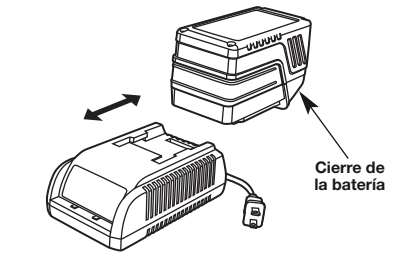

Fig. 8
3. Inserte la batería en el cargador (Fig. 8).
La batería puede sacarse o guardarse en el cargador una vez que esté totalmente cargada; no obstante, se recomienda desconectar el enchufe del cargador del tomacorriente / receptáculo de la pared. Para sacar la batería, sujete el pestillo de la batería y saque la batería del cargador deslizando (Fig. 8).